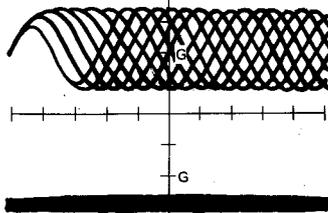

Abb. 34
- Für Abbildung 34: AT Act hat sich nach (–) verschoben.